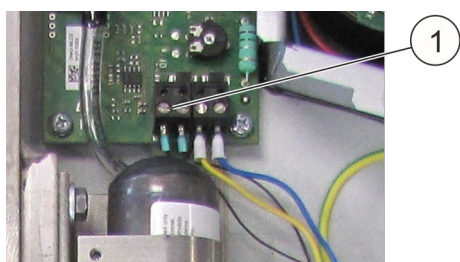

Fig. 87: Conexión de supervisión de fugas
- 13.** ▶ Soltar la conexión eléctrica (Fig. 87/1) de la supervisión de fugas.